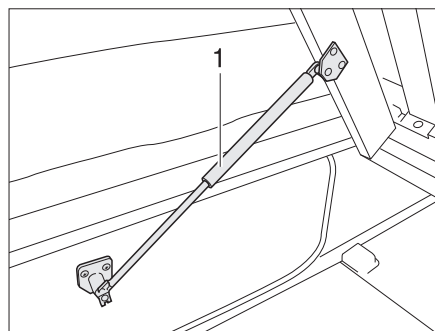

Fig. 134 Cama fija
- Levantar el somier. Los resortes por presión de gas (Fig. 134,1) retienen el somier en la posición abierta.